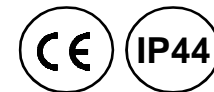

Fig.1
1. The Energostrip may be fitted to the ceiling where the lowest fitting height is 1,8 m (UK 2,3 m) from the floor. See fig. 1 (measurements in cm to fixed objects). If the heater is fitted in vertical position the terminal connection must be positioned at the lower end of a sloping ceiling.
1. L'élément Energostrip peut être monté au plafond à une hauteur minimale de 1,8 m. Voir figure 1 (cotes en cm pour les objets solides).
1. Energostrip kan monteras i tak, där lägsta monteringshöjd är 1,8 m från golvet. Se fig. 1 (mått i cm till fast föremål).
1. Energostrip kann an Decken angebracht werden, die eine Mindesthöhe von 1,8 m zum Fussboden aufweisen. Siehe Fig. 1 ( Abstände in cm, s. auch Mindestabstand zu Gegenständen).
1. Energostrip kan monteres i tak med laveste monteringshøyde 1,8 mtr. fragulv. Se fig. 1 (mål i cm til faste detaljer).
1. Energostrip ha de ser montado en el techo, donde la altura mínima de instalación es a 1,8 m del suelo. Ver fig. 1 (distancias a objeto fijo, en cm).